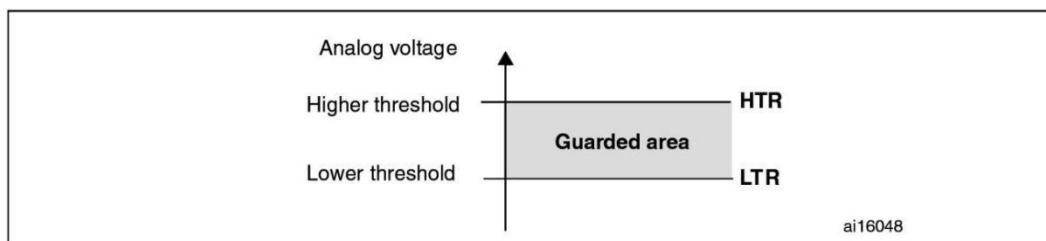

图 10-16 模拟看门狗监控区域
2. ADC_AWD[x]TR，AWD 阈值寄存器，设定高低阈值进行电压窗口的监控，如图 10-16 所示。